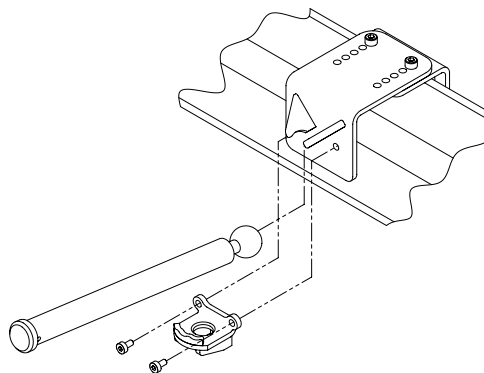

Figura 4: Cómo fijar el soporte de bola y el brazo de soporte a la placa delantera.
5. Mientras sostiene el brazo de soporte en contra de los soportes frontales de la placa delantera, coloque el soporte de bola debajo del brazo de soporte y fíjelos usando 2 de los tornillos de cabeza hueca M8 x 1,25 x 12 (vea la Figura 4).